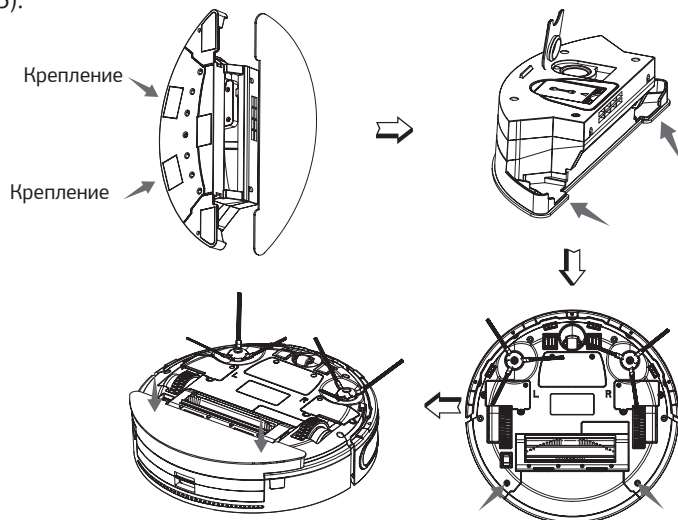

Рис. 3
- Для влажной уборки прикрепите специальную тканевую насадку к контейнеру для воды и заполните контейнер водой. Затем установите контейнер в пылесос (Рис. 3).